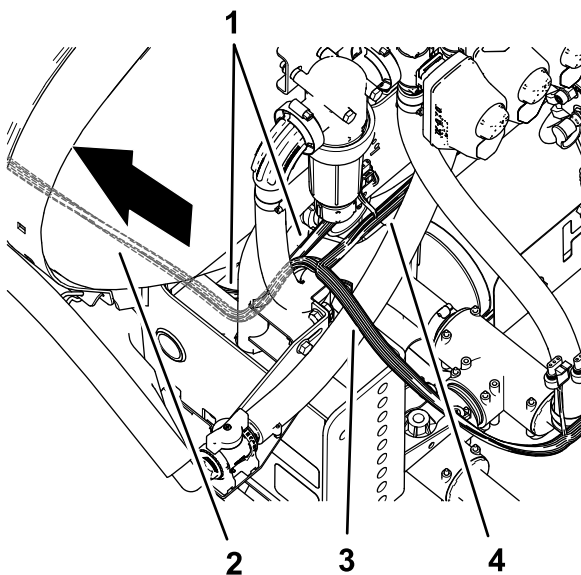

Рисунок 79
2. Проложите ответвления жгута проводов длиной 84 см, 60 см и 66 см из комплекта к левой стороне машины вдоль жгута проводов машины (Рисунок 78 и Рисунок 79).